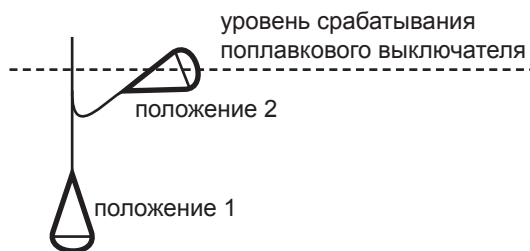

Рисунок 17.
Для систем откачки или заполнения жидкости поплавковые выключатели (далее - поплавки) подключаются согласно схеме подключения (см. рисунок 17).
насосного агрегата. Работа насоса продолжается до тех пор, пока уровень жидкости не опустится и поплавков не примет положение 1 (см. рисунок 17);
Находясь в положении 2 этот поплавок дает сигнал на запуск второго, меньшего по времени наработки насосного агрегата. Работа насоса продолжается до тех пор, пока уровень жидкости не опустится и поплавок не примет положение 1 (см. рисунок 17);
Находясь в положении 2 этот поплавок дает сигнал на запуск третьего, меньшего по времени наработки насосного агрегата. Работа насоса продолжается до тех пор, пока уровень жидкости не опустится и поплавок не примет положение 1 (см. рисунок 17);
Находясь в положении 2 этот поплавок дает сигнал на запуск четвертого насосного агрегата. Работа насоса продолжается до тех пор, пока уровень жидкости не опустится и поплавок не примет положение 1 (см. рисунок 17);
- **поплавок аварийного переполнения (поз. 6 рисунка 18)** подает сигнал на шкаф управления об опасности перелива перекачиваемой жидкости за пределы емкости, при этом срабатывает звуковая (опционально) и световая сигнализация (возможна передача сигнала на пост диспетчера). Действие аварийного режима продолжается до тех пор, пока уровень жидкости не опустится и поплавок не примет положение 1 (см. рисунок 17);
- **поплавок первого насоса (поз. 5 рисунка 19).** Находясь в положении 1 этот поплавок дает сигнал на запуск первого, меньшего по времени наработки насосного агрегата. Работа насоса продолжается до тех пор, пока уровень жидкости не поднимется и поплавок не примет положение 2 (см. рисунок 17);
поплавок не примет положение 2 (см. рисунок 17);
Находясь в положении 1 этот поплавок дает сигнал на запуск третьего, меньшего по времени наработки насосного агрегата. Работа насоса продолжается до тех пор, пока уровень жидкости не поднимется и поплавок не примет положение 2 (см. рисунок 17);
Находясь в положении 1 этот поплавок дает сигнал на запуск четвертого насосного агрегата. Работа насоса продолжается до тех пор, пока уровень жидкости не поднимется и поплавок не примет положение 1 (см. рисунок 17);
- **поплавок режима «емкость осушена» (поз. 1 рисунка 19)** подает сигнал на шкаф управления об отсутствии жидкости в емкости в следствии чрезмерного водоразбора или повреждения заполняемой емкости, при этом срабатывает звуковая (опционально) и световая сигнализация (возможна передача сигнала на пост диспетчера). Действие аварийного режима продолжается до тех пор, пока уровень жидкости не поднимется и поплавок не примет положение 2 (см. рисунок 17).